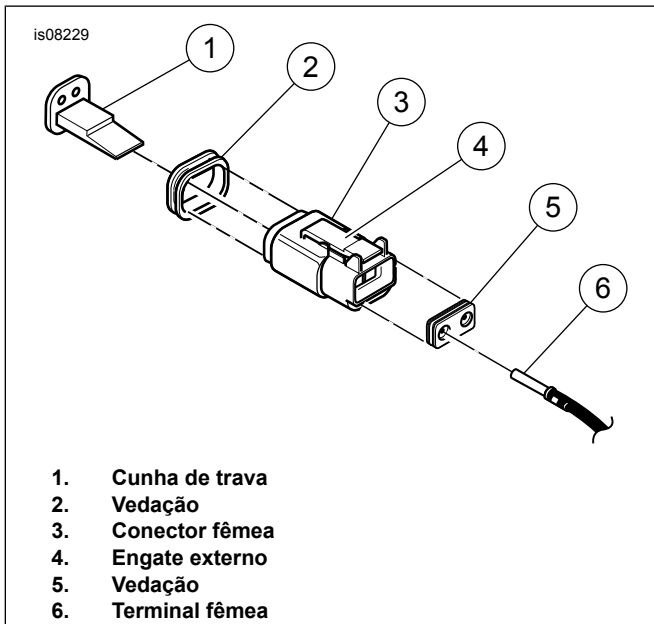

Figura 7. Conector elétrico do pisca traseiro
Veja Figura 7. **Os modelos anos 1994 e 1995 têm um conector Deutsch localizado sob o assento.**
2. Veja Figura 7. **Nos modelos anos 1994 e 1995**, siga o fios do pisca traseiro até o conector localizado sob o assento. Separe as metades do soquete dos conectores dos piscas traseiros pressionando a trava externa de cada conector e balançando a metade do soquete para frente e para trás até que ele se solte. Deixe as metades do pino dos conectores fixadas na estrutura. Remova cada cunha de travamento secundária laranja do conector inserindo uma pequena chave de fenda na ranhura da cunha de travamento. Gire a chave de fenda 90° para retirar a cunha. Puxe com cuidado os fios de cada conector liberando as pequenas linguetas de encaixe de dentro do conector usando uma pequena chave de fenda.